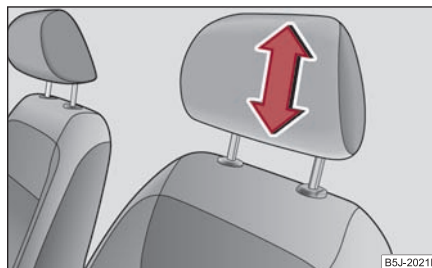

Fig. 61 Régler les appuie-tête
- Saisissez l'appuie-tête latéralement avec les deux mains et faites-le coulisser vers le haut ou le bas, droit par rapport aux tiges de guidage en métal, dans le sens de la flèche ⇒ fig. 61.